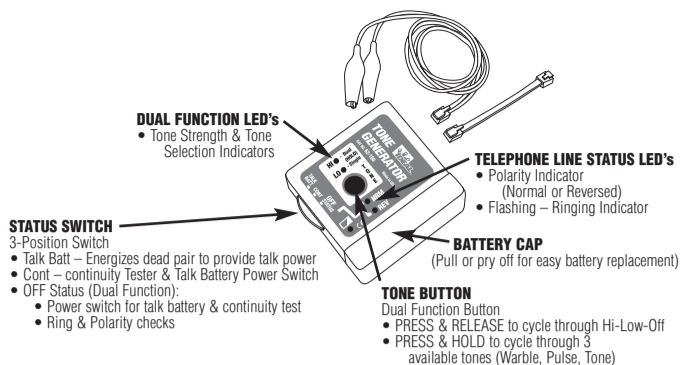

Fig. 1
- For the strongest possible tone strength, it is recommended to connect one lead to a conductor and the other lead to a ground. If no ground is available, dangle the second lead as close to earth as possible. (See Fig. 1)
- Para la máxima intensidad posible del tono, se recomienda conectar un cable a un conductor y el otro cable a tierra. Si no hay una conexión a tierra, deje colgar el segundo cable lo más cerca posible de tierra. (Vea la Fig. 1)